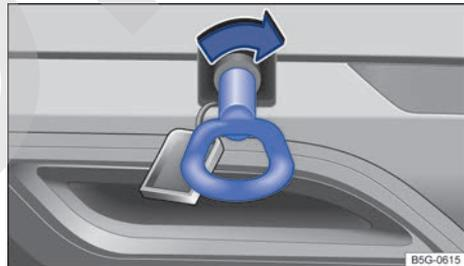

Fig. 184 En el lado derecho del paragolpes trasero: enroscar la argolla de remolque.
- Enrosque la argolla de remolque en el alojamiento → fig. 184 girándola al máximo **en el sentido de las agujas del reloj** → ①. Utilice un objeto adecuado con el que pueda enroscar completa y fijamente la argolla de remolque en su alojamiento.